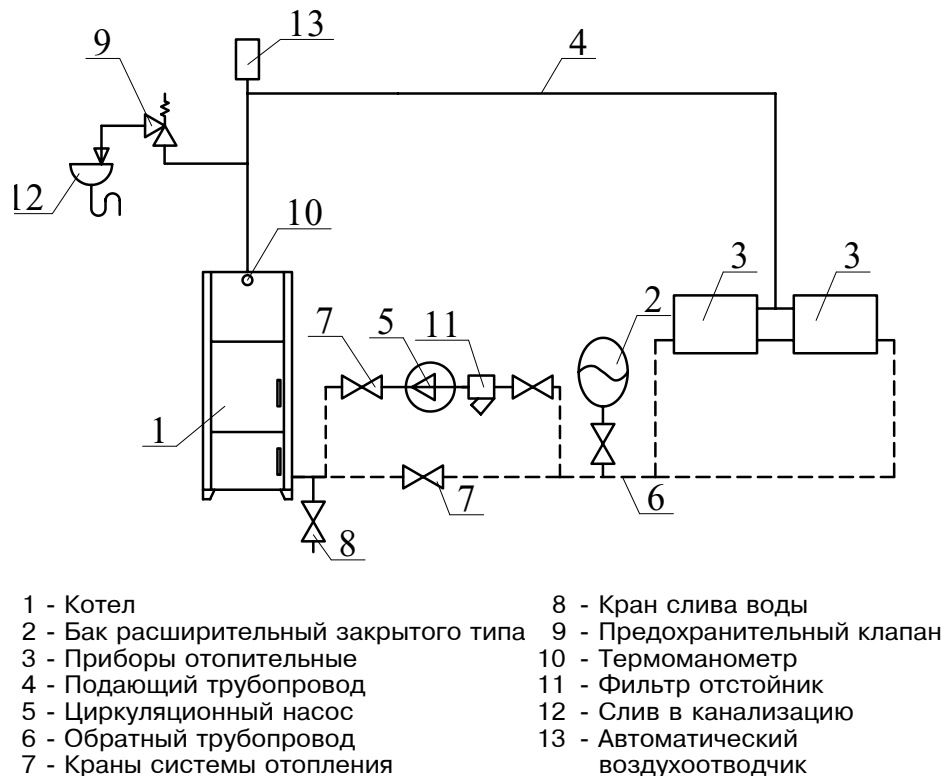

Рис. 8 Схема закрытой системы отопления
7.3. В зимнее время, если потребуется прекратить топку на срок свыше шести часов, необходимо, во избежание замерзания, полностью освободить систему отопления от воды, через сливные краны (поз. 8 рис. 8) или поз 7 (рис. 9).
7.2. При наличии стука в системе (гидравлические удары по причине парообразования) – немедленно прекратить горение в топке и дать остыть воде до температуры 70°C, затем долить систему водой через кран (поз. 8 рис. 8) и вновь растопить котел.
6.10. В закрытой отопительной системе (см. рис. 8) котлы должны устанавливаться с расширительным баком мембранного типа.